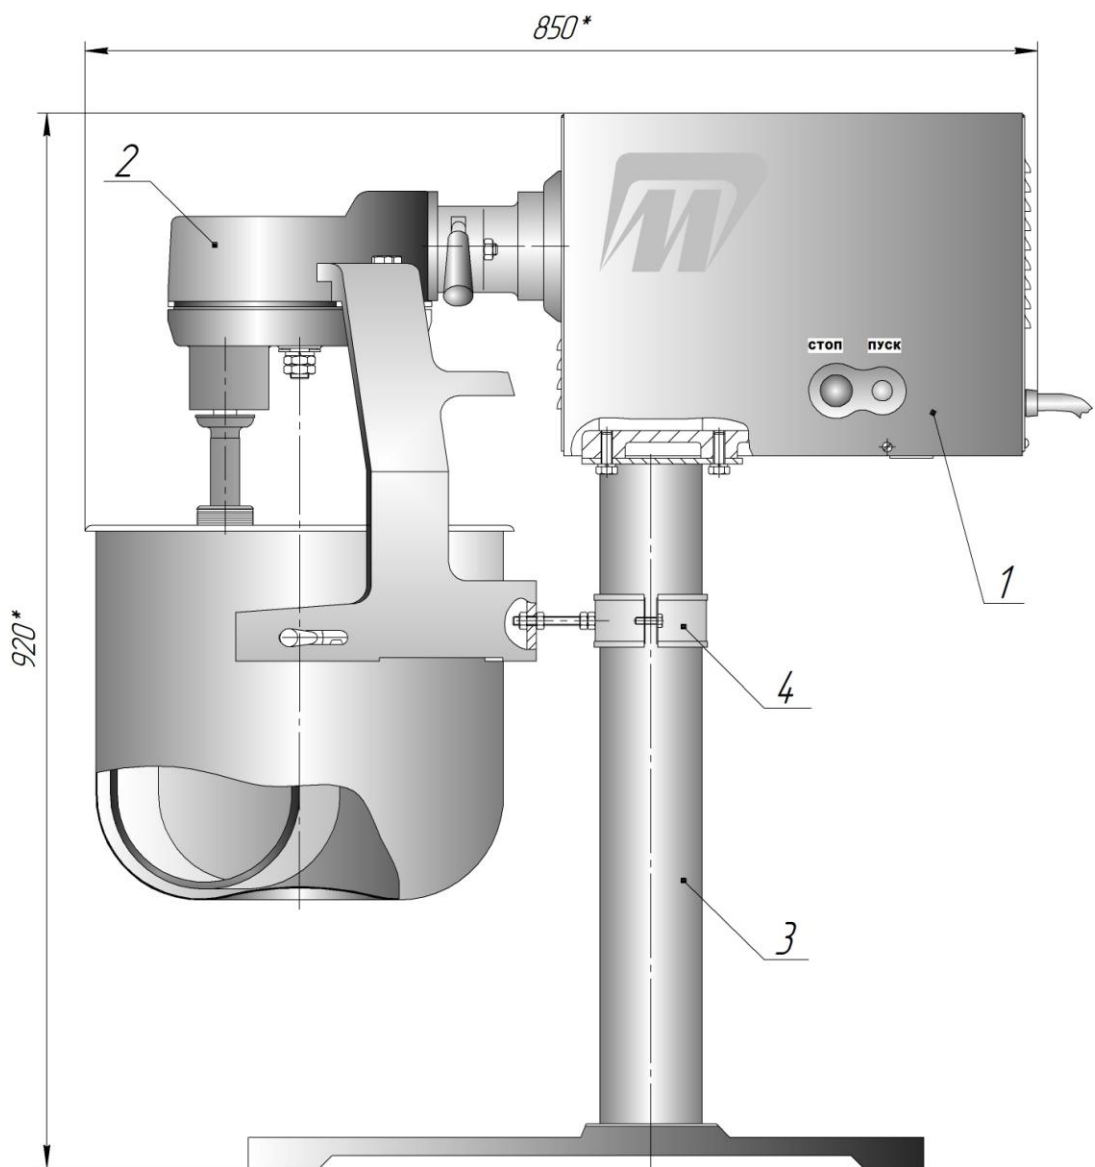

Рисунок 1 – Фаршемешалка ПМФ-К
- установите хомут 4 (*рисунок 1*) на стойку подставки, одновременно введите шпильку хомута в отверстие кронштейна (одна гайка М8 должна быть скручена со шпильки, после установки гайку наверните обратно на шпильку);
Рисунок 1а – Фаршемешалка механизма ВМ-01